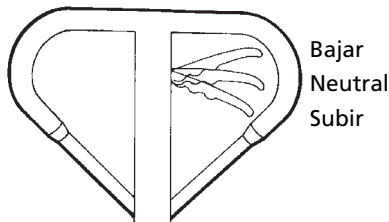

Figura 5 – Palanca de descenso
6. Coloque el control de ascenso/descenso en la posición LOWER (BAJAR) o posición "superior" (vea la Figura 5). Accione varias veces el manubrio para dejar escapar el aire de la bomba.
La palanca de control de tres posiciones se usa como se indica a continuación (vea la Figura 5, página 3):